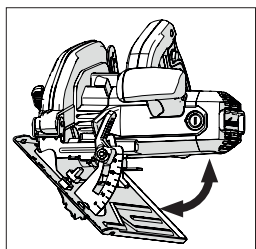

Fig. 14
- Înclinați discul la unghiul dorit, după cum este indicat pe cadranul echerului. **(Fig. 14)**
(14) RECOMANDĂRI DE OPERARE (VERIFICĂRI ÎNAINTE DE OPERARE)